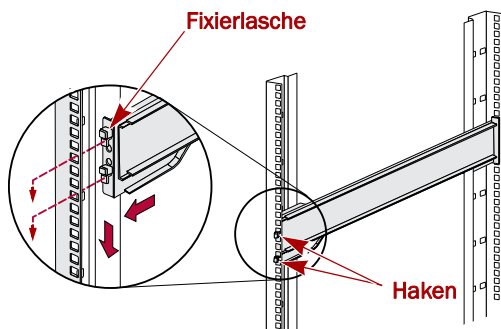

Abbildung 5. Befestigen der Schienenvorderseite
1. Befestigen Sie die **linke äußere Schiene** am Rack (Abbildung 5):